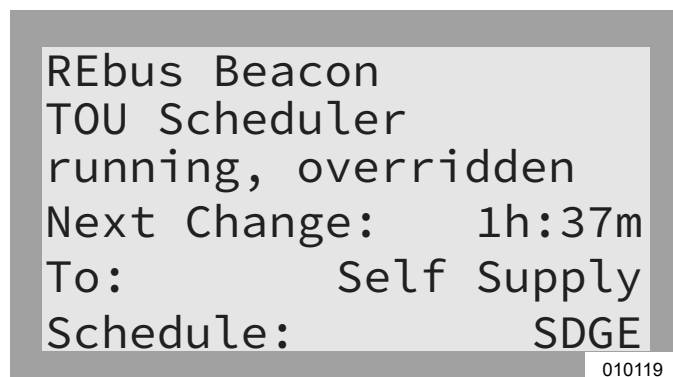

Figura 6-27. Anulación del programador TOU
- Consulte la Figura 6-27. Running, Overridden (Funcionamiento, anulado) se mostrará en la página de dispositivo de Beacon.